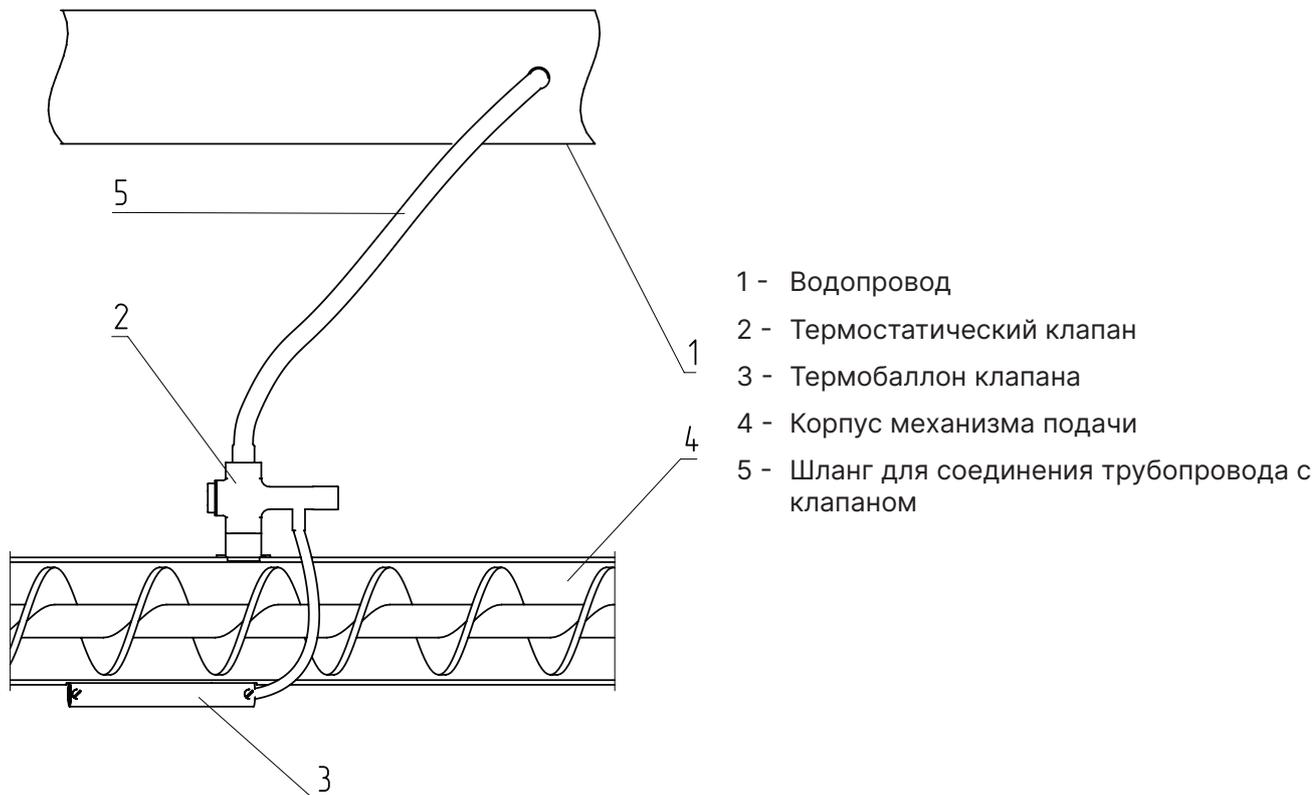

Рис.6 Система охлаждения топливопровода
- Для обеспечения полной пожарной безопасности необходимо устанавливать систему охлаждения топливопровода (доступно в качестве опции, см. **Рис.6**). Система охлаждения топливопровода, наполненная водой, является основным элементом защиты котла от протлевания топлива в бункер;
Внимание! Термобаллон клапана (Рис.6, поз.3) должен быть зафиксирован в гильзе двумя винтами.